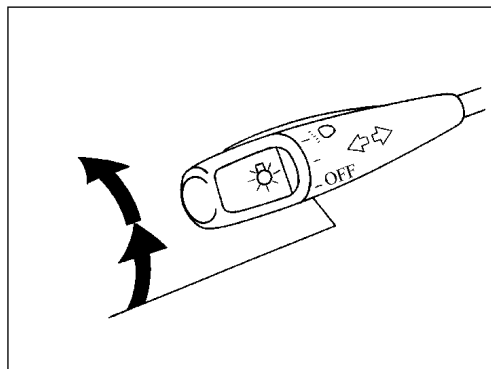

图 1-14 前小灯、前照灯、转向信号灯等控制开关的操作（一）
1) 扭动杆端的扭柄操作，如图 1-14 所示。第一响为牌照灯、前小灯、仪表板照明灯、点烟器照明灯、烟灰盒照明灯亮，第二响为前照灯和其他各灯均亮。